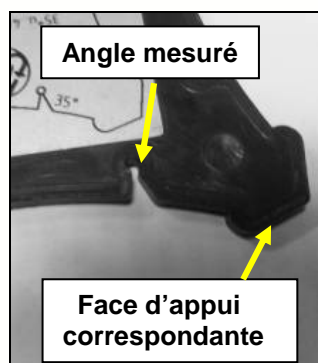

Fig 10
- Mesurez l'angle d'affûtage en insérant le tranchant de l'outil dans les encoches du gabarit (Fig 10).